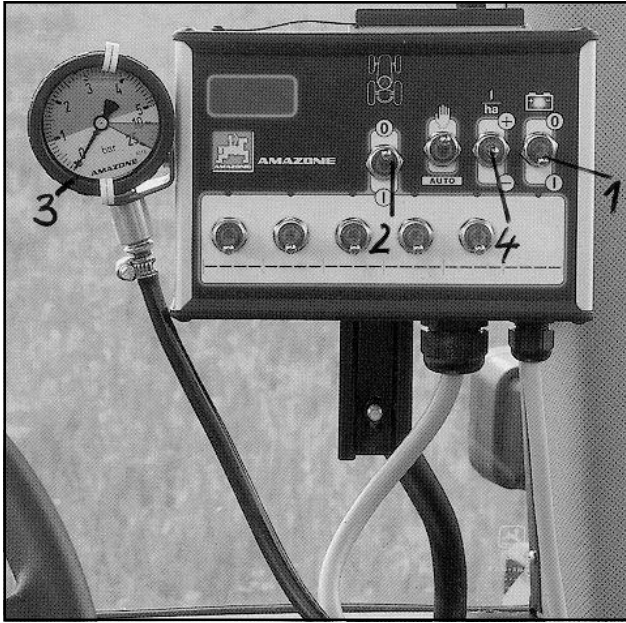

Fig. 6.6
- Basculez l'interrupteur (fig. 6.6/2) commandant l'ouverture ou la fermeture de la rampe sur la position "0" (rampe coupée).
- Réglez la pression de travail fournie par le tableau de débit en appuyant sur la touche ± (fig. 6.6/4) pour l'afficher à l'écran de lecture de pression (fig. 6.6/3).